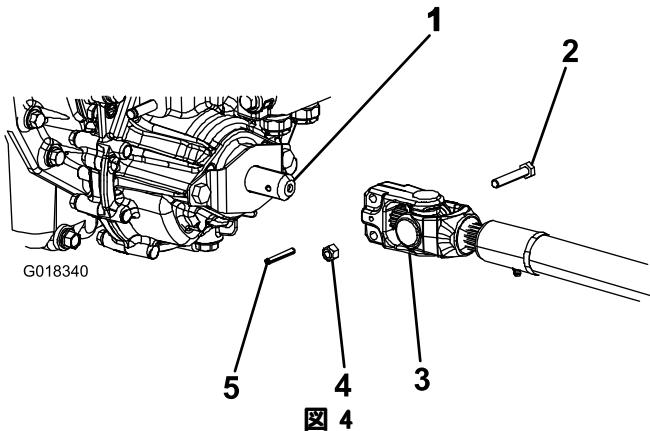

図 4
3. PTO駆動シャフトを機体前部の下に置く。駆動シャフトのスリップシャフトヨーク(図4)がトランスミッショントransmissionのPTOシャフトを向いていることを確認する。